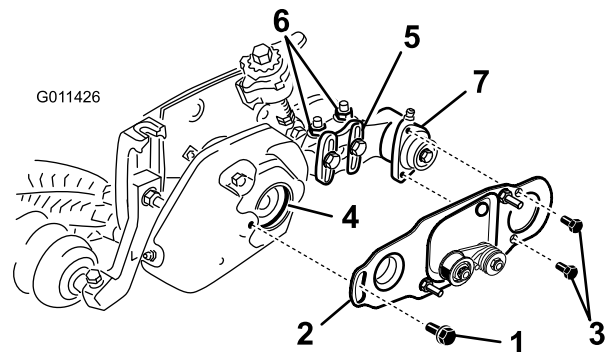

Figura 30
37. Desaperte os parafusos que fixam a caixa de rolamentos da escova do rolo ao suporte de montagem da mesma (Figura 30).
38. Instale a placa articulada da escova do rolo (Figura 30). Quando a saliência na placa articulada é inserida no olhal da cobertura do rastelo, certifique-se de que este assenta devidamente na cobertura.
39. Aplique Loctite 242 (azul) aos (2) parafusos de 5/16 x 5/8 pol. e utilize-os para montar a placa da escova na caixa de rolamentos da escova do rolo (Figura 30). Aperte os parafusos a um binário de 20,3–25,7 Nm.
- Desaperte as (2) porcas flangeadas de retenção que fixam o suporte de montagem da escova do rolo à placa lateral da unidade de corte (Figura 30).
- Rode a caixa de rolamentos da escova do rolo, até que a placa da escova fique paralela à placa lateral da unidade de corte (Figura 30).
- Aperte as (2) porcas flangeadas de retenção que fixam o suporte de montagem da escova do rolo à placa lateral da unidade de corte (Figura 30).
41. Aplique Loctite 242 (azul) ao parafuso com olhal (Figura 30). Monte a placa da escova na cobertura do rastelo, usando o parafuso com olhal. (Fig. 29). Aperte o parafuso a 20,3–25,7 Nm.